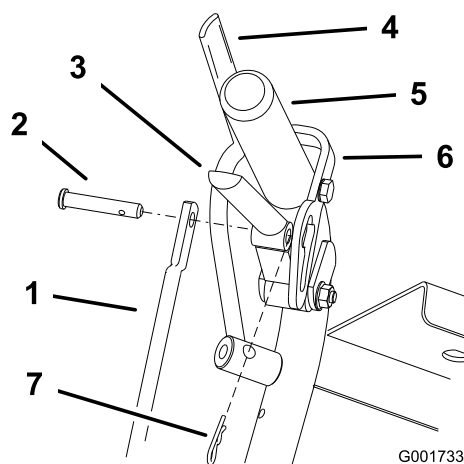

Figura 21
1. Retire los pasadores y los pasadores de seguridad de las palancas de avance y los cierres de bloqueo de punto muerto (Figura 21).